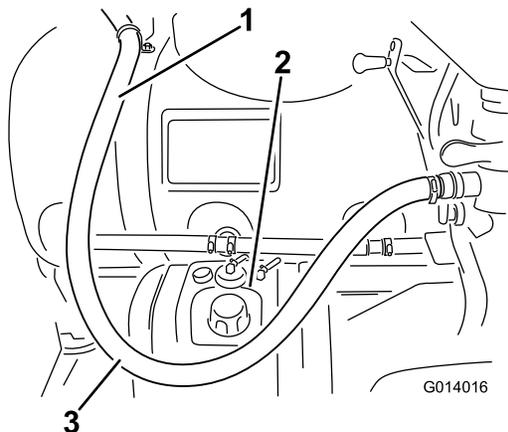

Figure 25
3. Vérifiez la disposition du flexible. Il ne doit pas être trop tendu, comme illustré à la Figure 25, pour que l'éjecteur puisse s'abaisser.